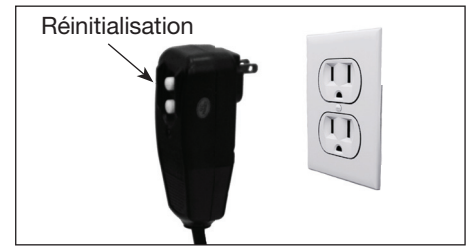

Figure 10 - Prise de terre/bouton de réinitialisation
5. Branchez le cordon d'alimentation dans une prise de courant de 120 volts mise à la terre qui est sur un circuit réservé. Ne pas utiliser de rallonges. Enfoncez le bouton de réinitialisation sur l'adaptateur de fiche à disjoncteur de fuite à la terre. Vous devez faire cela chaque fois que l'appareil est branché dans une prise. (Figure 10)